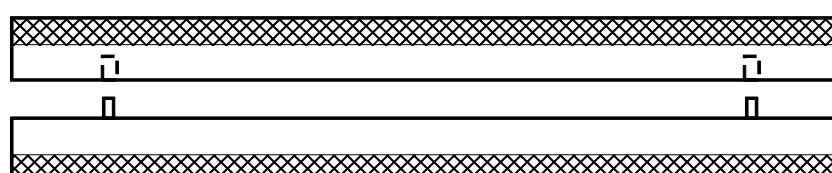

Abb. 9: Stapeln der Edelstahltische
- ◆ Legen Sie jeweils zwei Edelstahltische MSE gegengleich auf die WVEA, so dass die Zapfen einrasten (Abb. 9:).